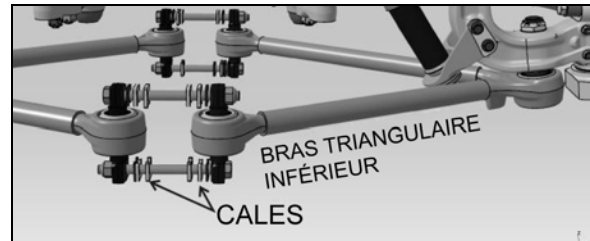
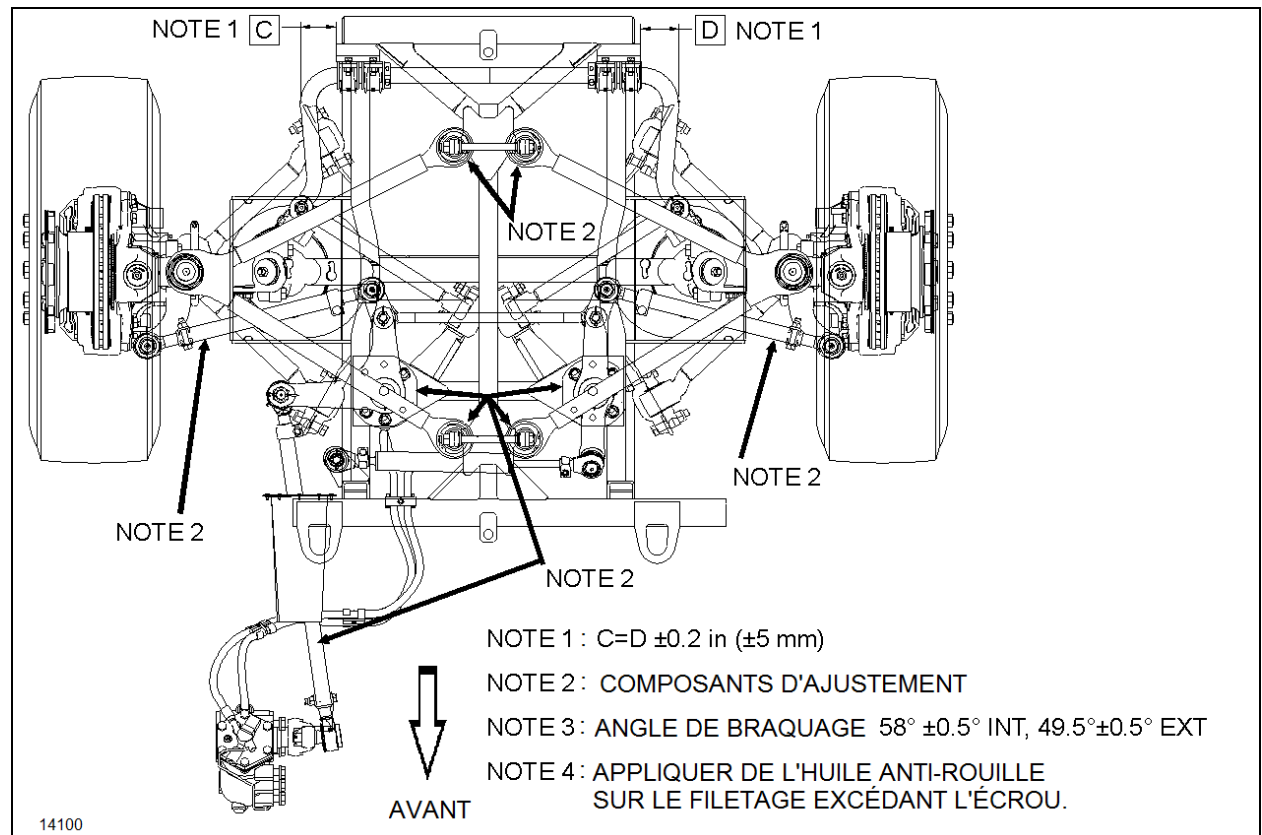
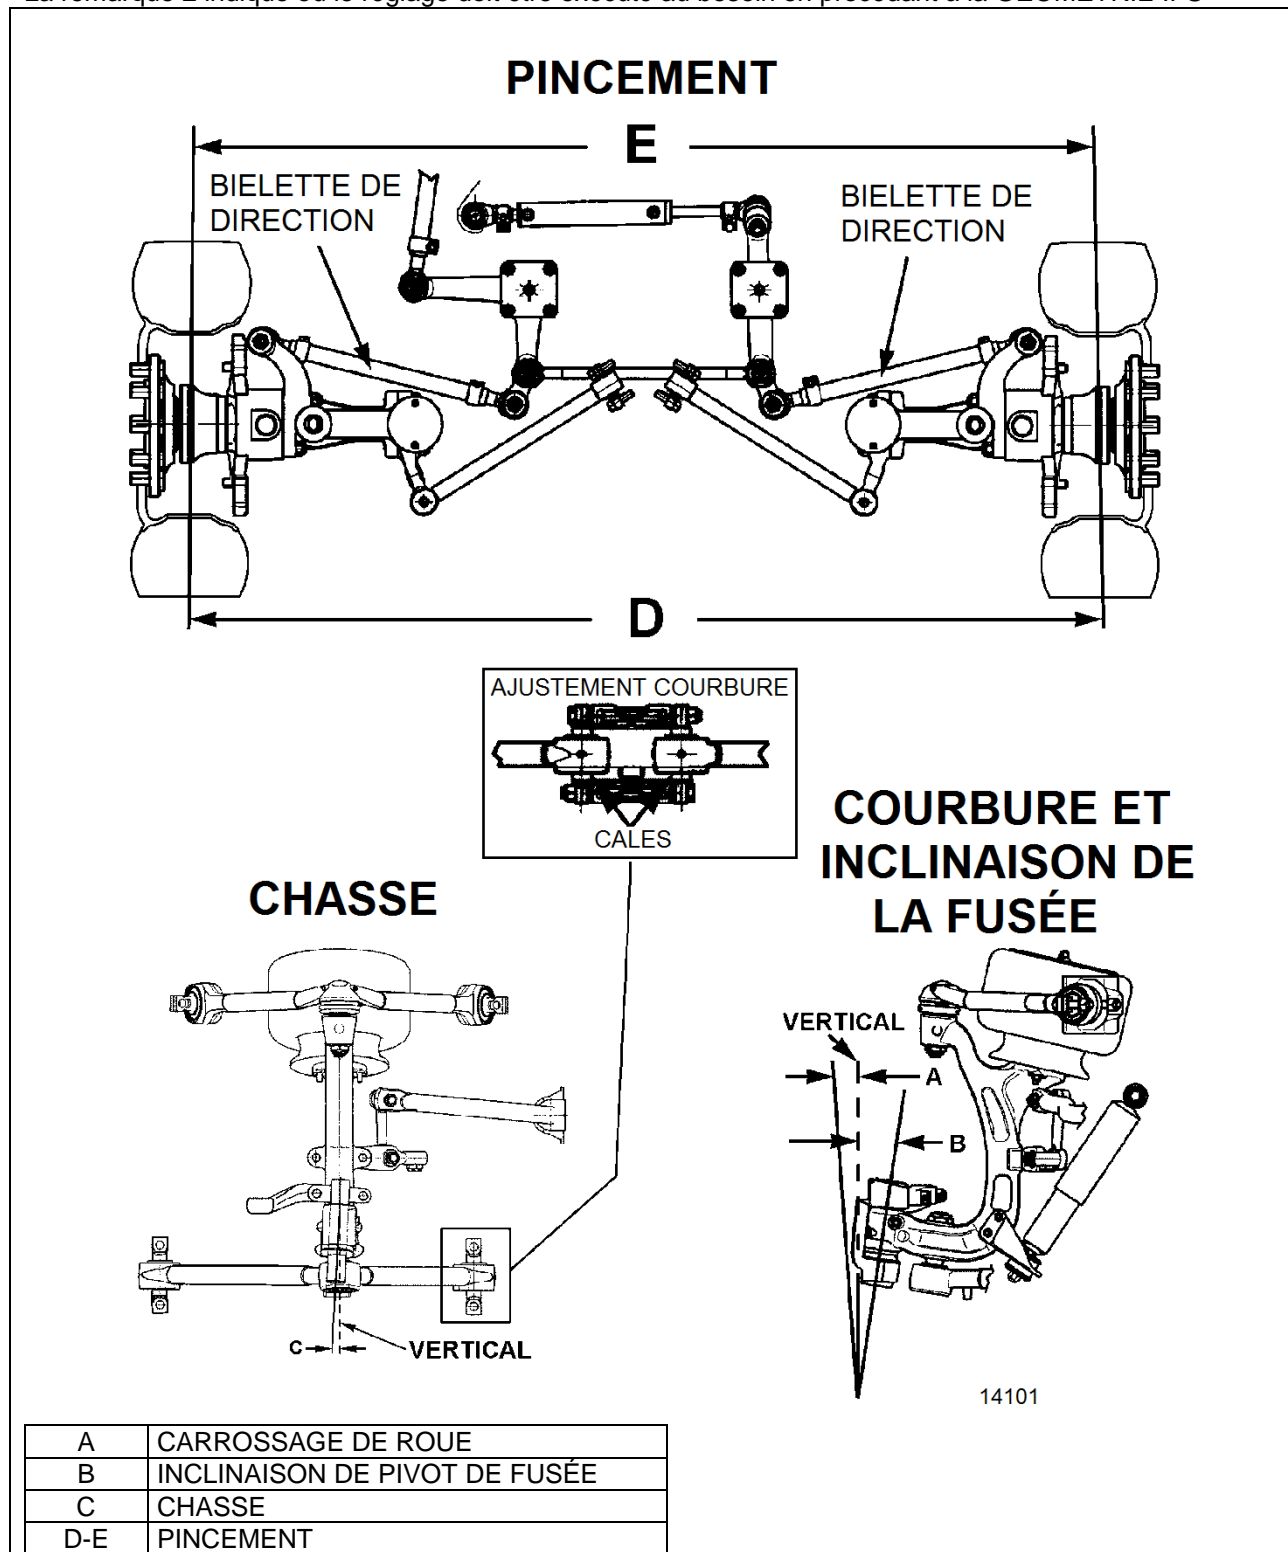

FIGURE 22: CALES AUX BRAS TRIANGULAIRES INFÉRIEURS
FIGURE 25: GÉOMÉTRIE IFS
FIGURE 26: SCHÉMA DE GÉOMÉTRIE DE TRAIN AVANT
Carrossage de roue : le carrossage est le nombre de degrés auquel le haut de la roue est incliné vers l'intérieur ou l'extérieur à partir de la verticale (Figure 26).
Pincement de roue : une légère convergence vers l'intérieur donnée aux roues d'un véhicule pour améliorer la direction et uniformiser l'usure des pneus (D moins E, Figure 26).
Inclinaison de pivot de fusée : l'inclinaison du pivot de fusée de la verticale vers le centre du véhicule dans le haut et à l'extérieur du bas (B, Figure 26).
Chasse d'essieu avant : l'inclinaison du pivot de fusée par rapport à la verticale dans le sens avant vers l'arrière (C, Figure 26).
Caler le bras triangulaire inférieur pour régler le carrossage (Figure 22 & FIGURE 25). Si l'inclinaison de pivot de fusée est incorrecte, tout l'assemblage de pivot de fusée de roue peut être déformé et doit alors être remplacé.
2. En utilisant une clé à tubes, faire tourner les tubes de la bielle pour obtenir la mesure de pincement spécifiée à l'étape 5, paragraphe Vérification du pincement. (Figure 26)
Des variations de chasse peuvent être dues à un bras triangulaire de suspension supérieure, un bras triangulaire de suspension inférieure ou un logement de pivot de fusée plié. La chasse doit être réglée au moyen de cales. Un appareil de précision doit être utilisé pour mesurer la chasse. Caler le levier coudé et le bras de renvoi pour régler la chasse (Figure 26).
Voir FIGURE 25 & Figure 26.